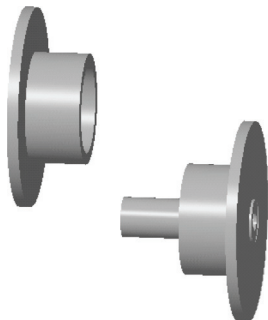

图 11-74 移动装配元件
STEP 04 拖曳至合适位置释放鼠标,单击“完成”按钮,即可移动装配元件,效果如图11-74所示。